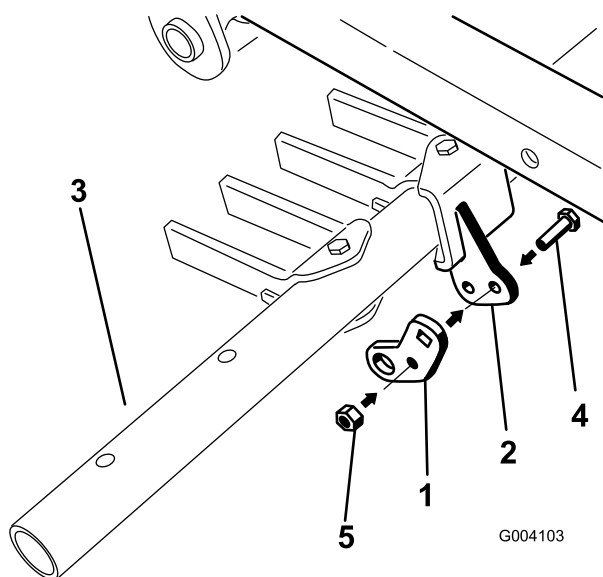

Figure 14
2. Avec un boulon (5/16 x 1 po) et un contre-écrou (5/16 po), fixez légèrement le trou central de la patte de pivot au support de pivot de la barre porte-outil (Figure 14).